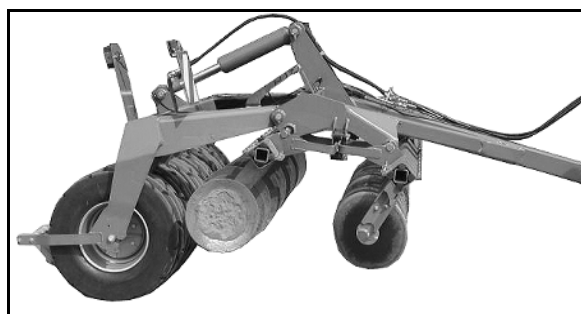

Рис. 29
- полностью поднимите оба ряда дисков (Рис. 29);